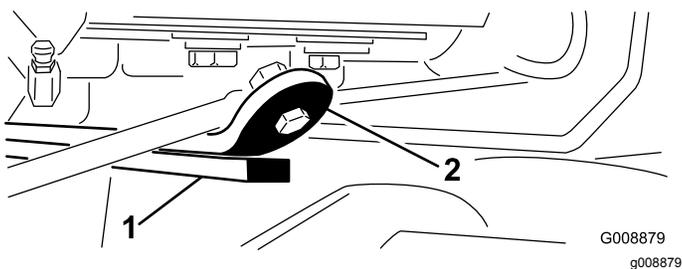

Figura 28
- 3. Arranque el motor, eleve los brazos de elevación y compruebe que la holgura entre la pletina que está encima de la barra de desgaste de la unidad de corte trasera y la pletina de amortiguación es de 0,51 a 2,54 mm, según se muestra en **Figura 28**.